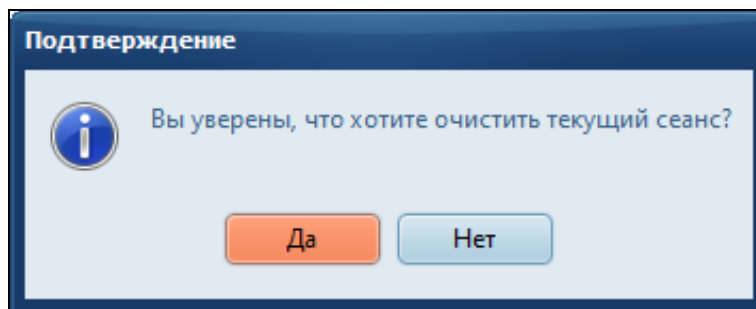

Рисунок 32 – Подтверждение очистки текущего сеанса контроля
2) Подтвердить очистку сеанса (Рисунок 32).